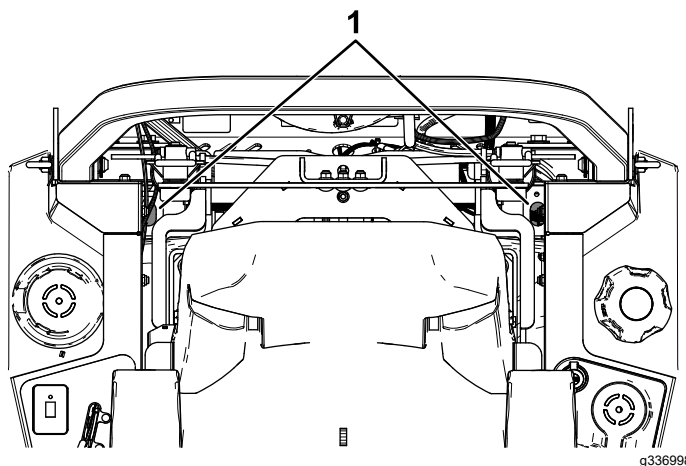

Figura 70
4. Folosind o extensie și o cheie de 7/16", accesați dopul orificiului de ventilație din partea superioară a mainii prin orificiile de lângă suporturile barei antiruliu (Figura 70).